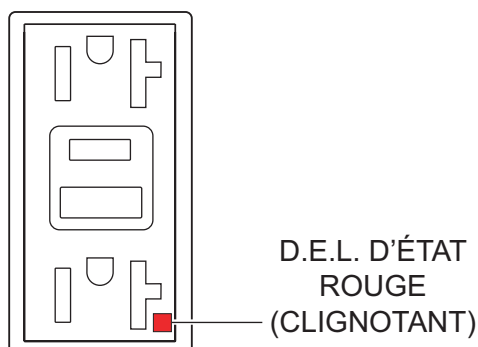

Figure 79. Réceptacle GFCI (D.E.L. rouge clignotante)
6. Si la D.E.L. d'état (Figure 79) **clignote (ROUGE)**, n'utilisez **PAS** le réceptacle GFCI. Remplacez-le immédiatement.